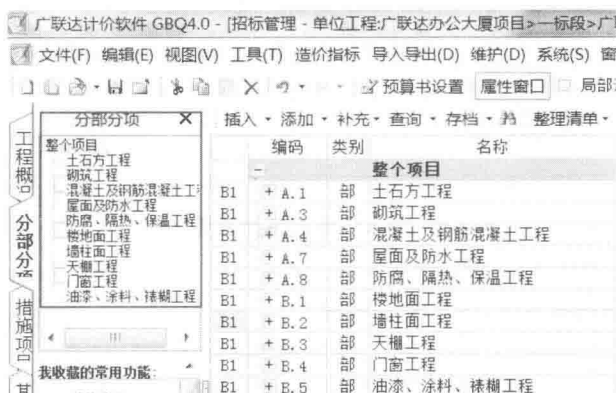

图 2.11 完成分部整理
③清单项整理完成后,如图 2.11 所示。
(3) 项目特征描述